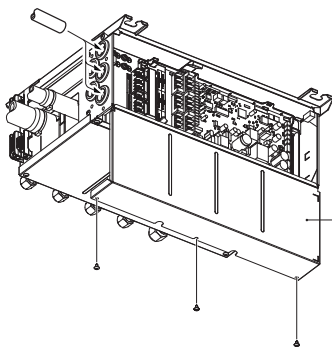

Fig. 8-5
8.1. Utilisation d'un conduit (Fig. 8-5,6,7)